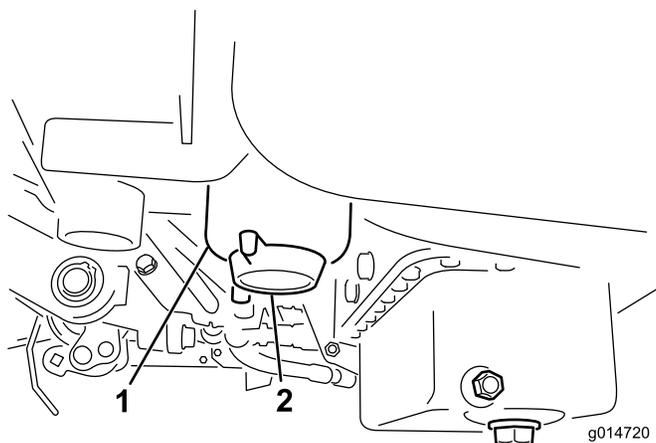

図 34
3. 燃料フィルタについているドレン・プラグを 1 回転ほど開き、内部にたまっている異物を流し出す (図 34)。終了したらプラグを締める。